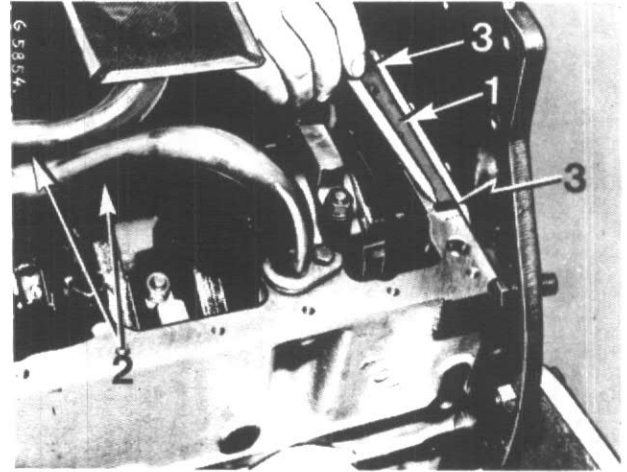

Figure 89
Retournez le moteur et enlevez la barre d'étanchéité (1) fig. 89 les tuyaux (2) et l'équilibreur (moteurs à 4 cylindres).